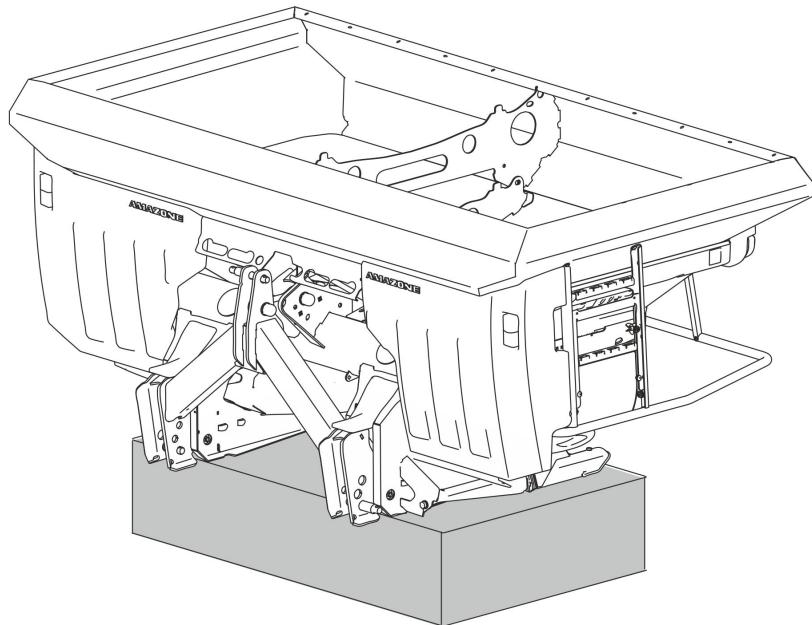

Fig. 44
2. Løsne låseanordningen (Fig. 44/1).
3. Finn den nødvendige spjeldstillingen på skalaen (Fig. 44/2).
4. Still avlesekanten (Fig. 44/3) på stillespaken (Fig. 44/4) på skalaverdien.